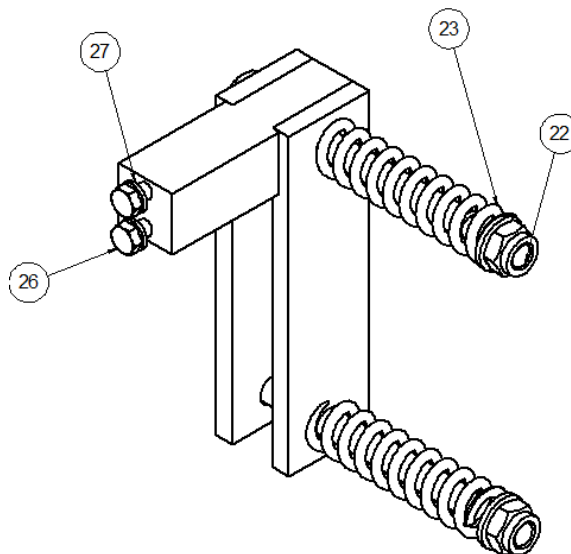
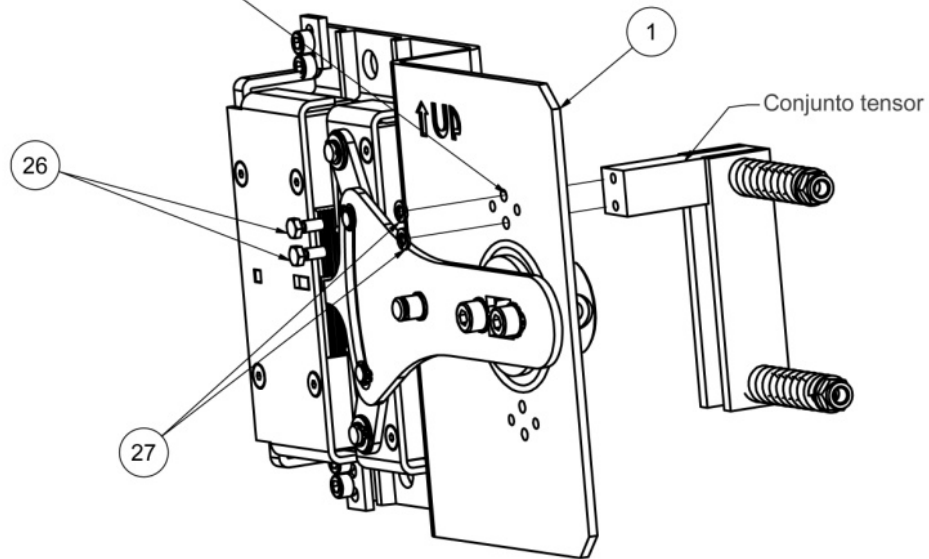

Figura 3: Conjunto tensor
Figura 4: Fijación sistema tensor
Fijar el sistema tensor con dos tornillos DIN 933 M5x14 (26) y dos arandelas Grower DIN 127 M5 (27), a la placa soporte inferior (1). Ver Figura 3 y Figura 4